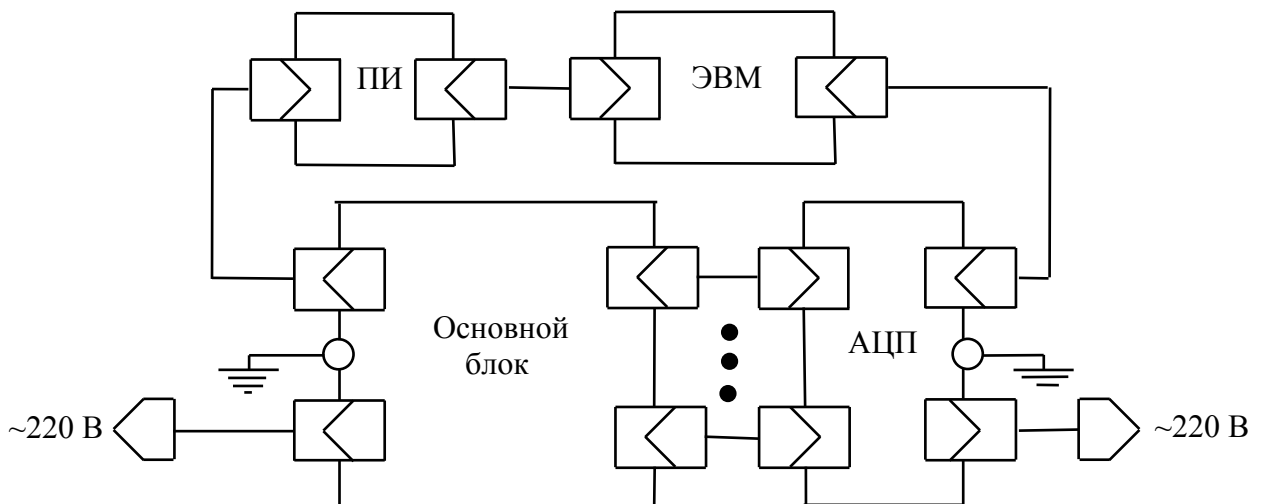

Рис. 1
2.1. В состав тестера входят основной блок, аналого-цифровой преобразователь (АЦП) и преобразователь интерфейсов (ПИ) (рис. 1). Работа тестера обеспечивается подключением к основному блоку и к АЦП внешней ЭВМ. (В комплект поставки ПИ и ЭВМ не входят).